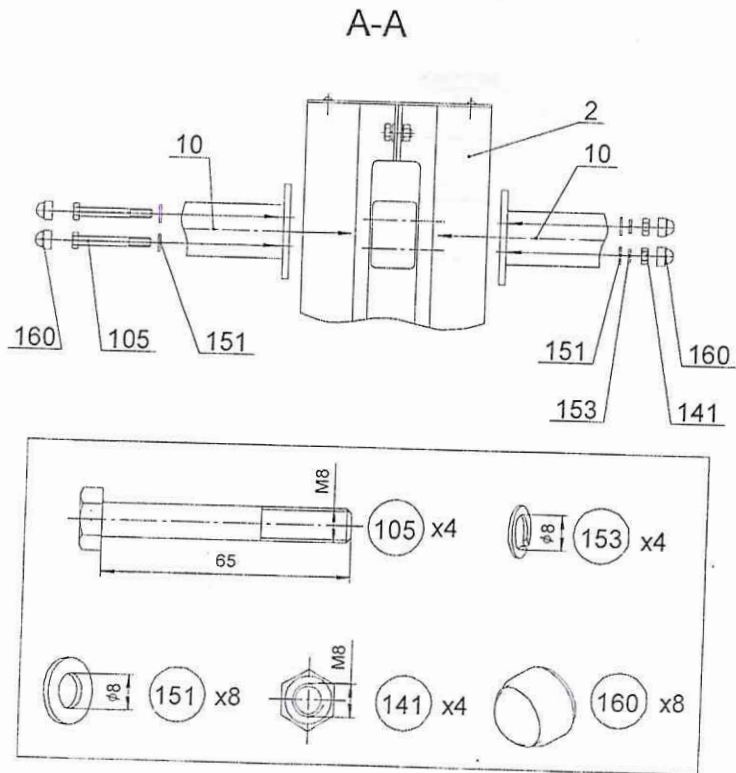
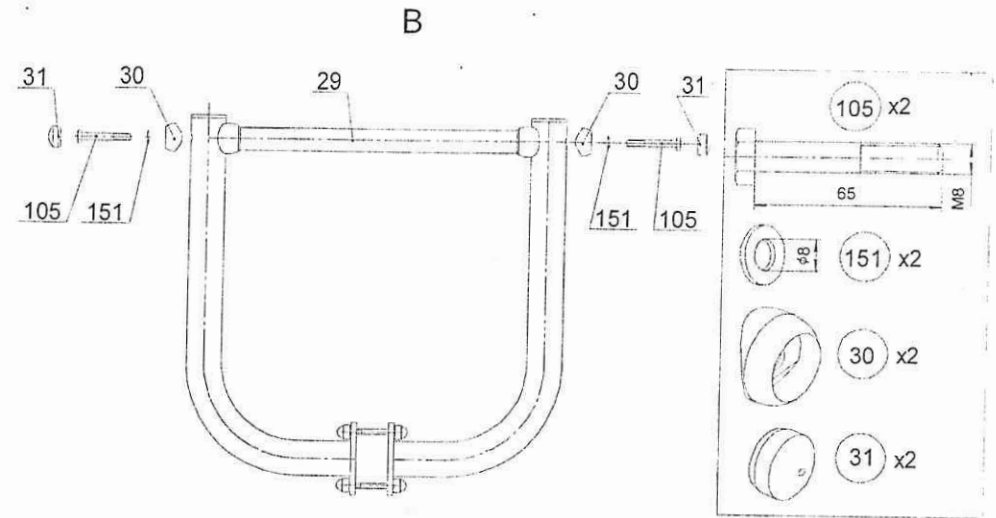

Рис.7
Рис.8
9.3.3.1 На стойку поз.2 установить и закрепить полускобы поз.10 (рис.7). На полускобы поз.10 установить перекладину поз.29 (рис. 8)